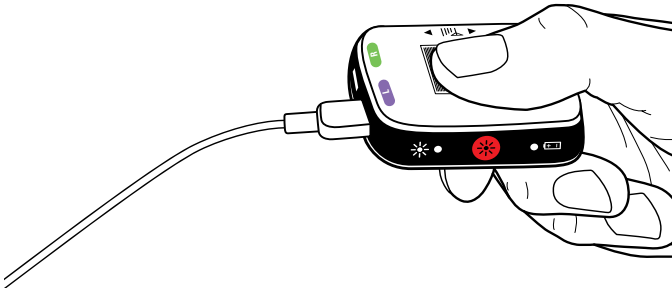

Figure 12. Connexion du câble de salle d'opération au SEE 3
2. Connecter l'extrémité proximale de l'extension de câble de salle d'opération au port SEE 3 étiqueté « L » tout en gardant l'extrémité distale du câble de salle d'opération dans le champ stérile (Figure 12).